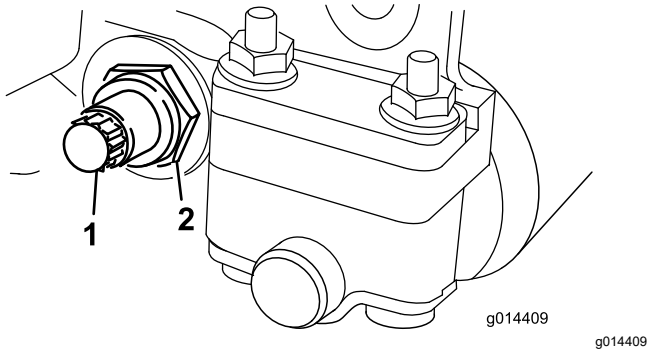

Figura 14
3. Su ciascun lato della macchina, allentate il dado di bloccaggio che fissa il bullone della barra di appoggio (Figura 14).
4. Togliete ciascun bullone della barra di appoggio consentendo alla barra di appoggio di essere tirata verso il basso e rimossa dall'apparato di taglio (Figura 14).